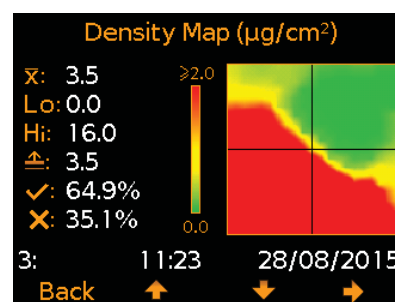

Fig. 17: Salt Density Map
- 3) Salt Density Map (Fig. 17)